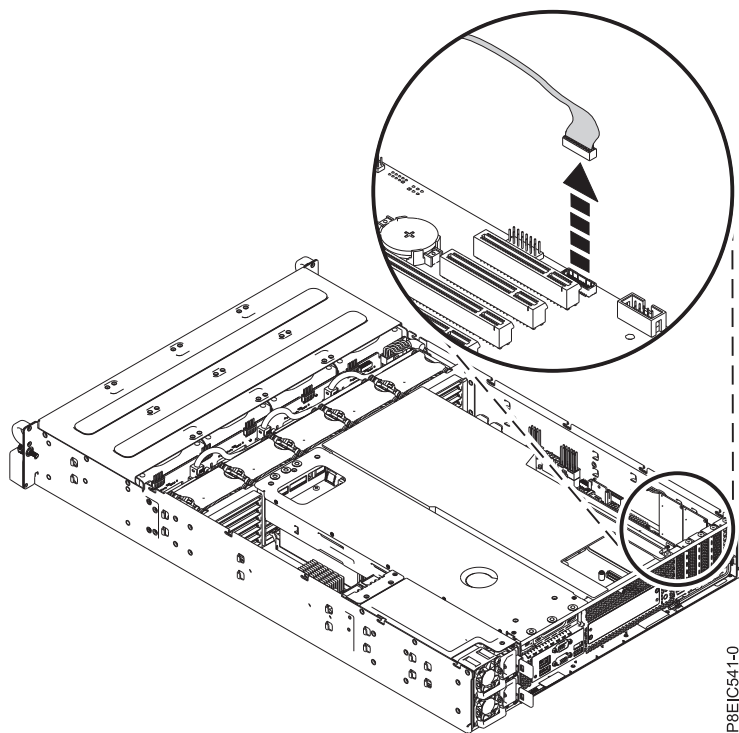

図 69. 前面 USB ケーブルの切り離し
8. システム・バックプレーンから前面 USB 信号ケーブルを取り外します (64 ページの図 69 を参照)。